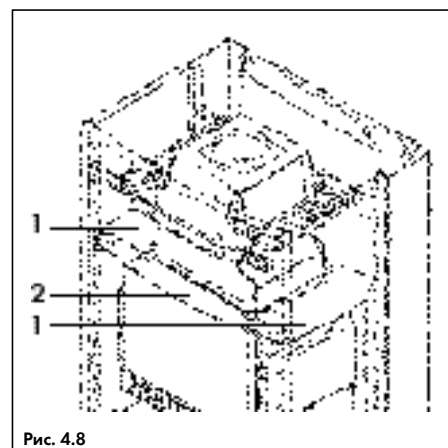

Рис. 4.8
4.4.4 Монтаж теплоотражающих пластин (рис. 4.8)